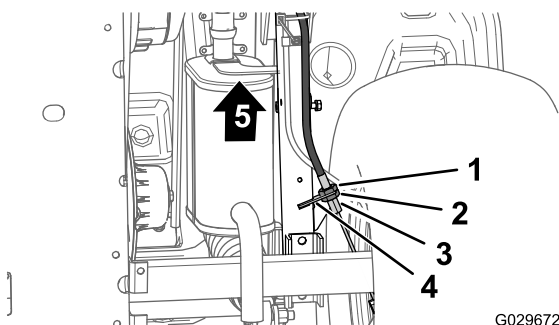

Figure 62
3. Au bas de la machine, desserrez de 4 trous l'écrou de blocage arrière du régleur fileté sur le câble de frein de stationnement (Figure 62).
4. Resserrez l'écrou de blocage avant (Figure 62).
- A. Desserrez d'un tour l'écrou de blocage avant (Figure 62) du régleur fileté du câble de frein de stationnement.
- B. Resserrez l'écrou de blocage arrière (Figure 62).
- A. Desserrez d'un tour l'écrou de blocage arrière (Figure 62) du régleur fileté du câble de frein de stationnement.
- B. Resserrez l'écrou de blocage avant (Figure 62).